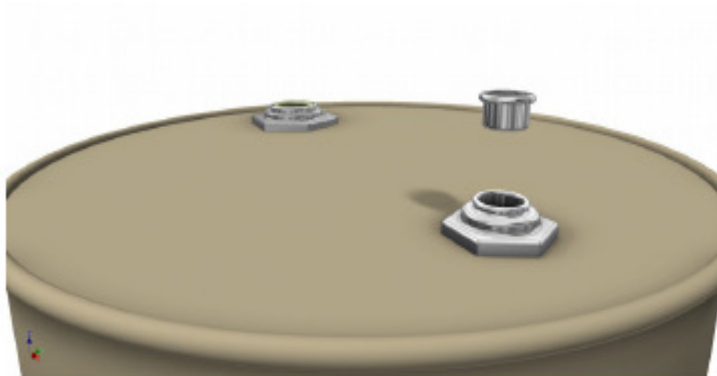

FIG. 1
- 1 – Togliere il tappo da $\frac{3}{4}$ dal fusto [Fig.1].